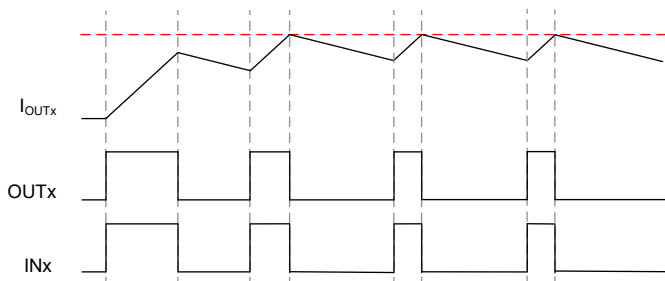
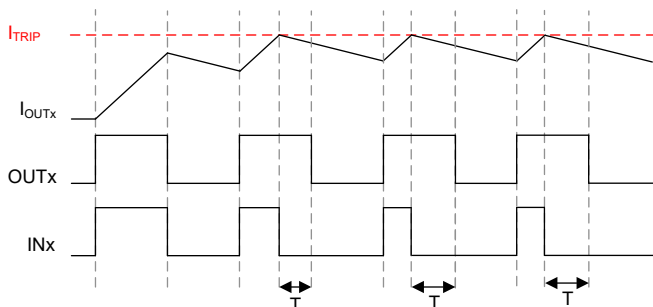

図 6-5. グランドに接続された誘導性負荷、サイクル単位の制御
図 6-6. グランドに接続された誘導性負荷、サイクル単位の制御
- サイクル単位的方式を使用して負荷を制御することもできます。INx = 1 のとき、負荷を流れる電流は増大し、INx = 0 のとき、負荷を流れる電流は減衰します。INx パルスのデューティ・サイクルを適切に選択することで、電流を目標値にレギュレートできます。このような各種のシナリオを、図 6-5 と 図 6-6 に示します。